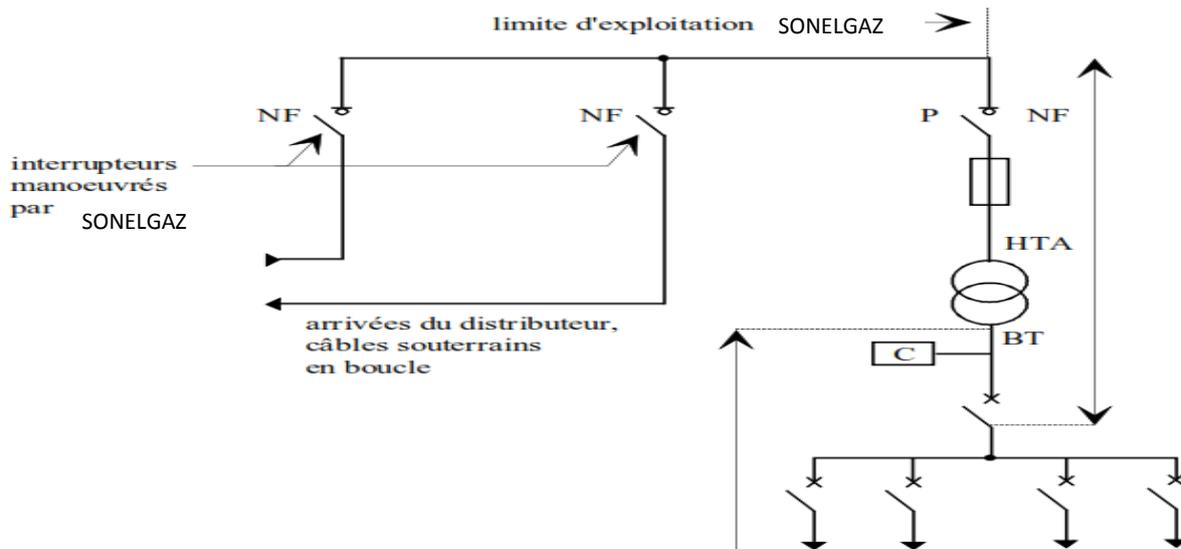

Figure 3 : alimentation en coupure d'artère d'un poste de livraison HTA à comptage BT
- coupure d'artère (voir fig. 3)